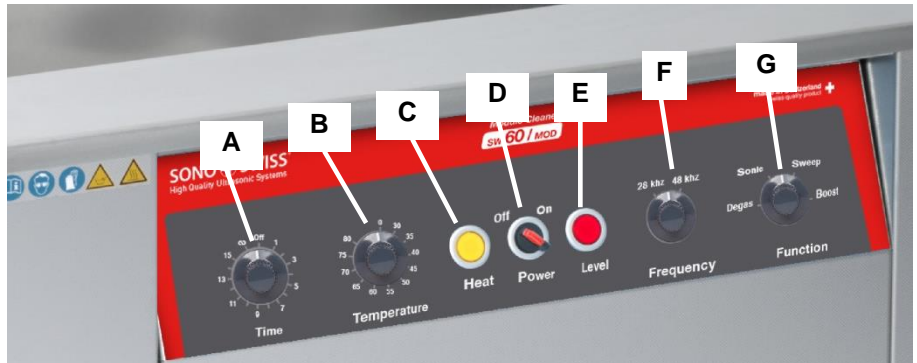

Abb. 4.13.1 Bedienblende Ultraschallgerät
Ist der Minimalfüllstand der Wanne unterschritten, leuchtet die Rote *level*-LED (*Abb. 4.13.1*) im Bedienfeld auf, und das Gerät schaltet sich automatisch ab.
1. Schalten Sie die Taste *on/off* ein (*Abb. 4.13.1*), die blaue LED im Tastenfeld leuchtet
2. Schalten Sie die Taste *heat* ein (*Abb. 4.13.1*), die gelbe LED im Tastenfeld leuchtet
3. Stellen Sie die gewünschte Reinigungstemperatur durch drehen des Temperaturreglers (*Abb. 4.13.1*) ein. Die Aufheizung beginnt, erlischt die gelbe LED, ist die gewünschte Reinigungstemperatur erreicht.
1. Schalten Sie den Ultraschall durch betätigen des Zeitrades (1min. bis  $\infty$ -min.)(*Abb. 4.13.1*) ein. Setzen Sie das *Function*- Bedienrad auf die Funktion *Degas*.
2. Wählen Sie an dem Bedienrad *Frequency* (*Abb. 4.13.1*) die Frequenz 48 kHz.
Die Ultraschall-Frequenz können Sie am Schalter „*frequency*“ (Abb. 4.13.1) einstellen.